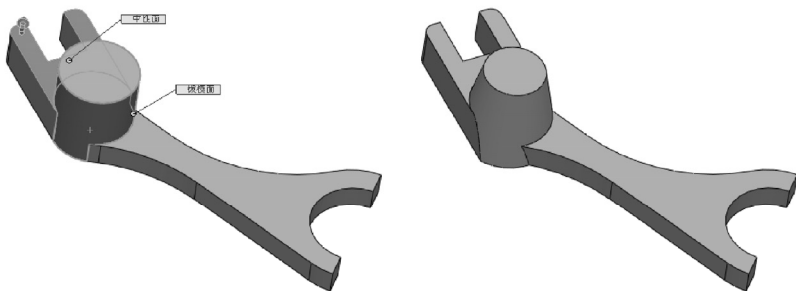

图 3-68 执行拔模操作
STEP 1 单击“特征”工具栏中的“拔模”按钮,选择“中性面”拔模方式,设置“拔模角度”为 11.31° ,选择凸台上表面为“中性面”,选择凸台侧圆柱面为“拔模面”,执行拔模操作,如图3-68所示。